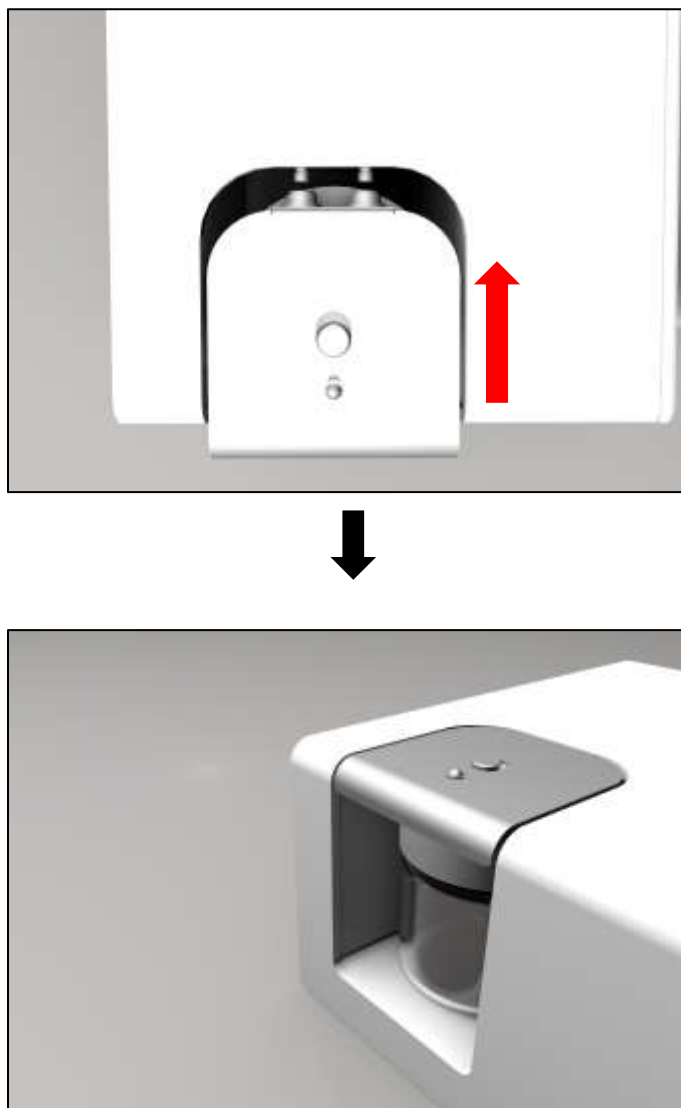

Fig. 6 : Demontering och montering av vattentanken
3. Släpp först trycket genom att trycka på knappen ovanpå locket (14)tills väsandet inte längre hörs.
4. Håll frigöringsplattan i metallfliken och dra den framåt för att frigöra vattentanken från enheten (se fig. 6).